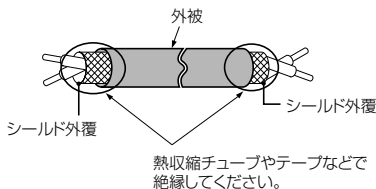

図 7 シールド線の末端処理
6. 図 7 のとおりに LONWORKS 専用ケーブルを末端処理し、図 8 のとおりにオプションカードにケーブルを接続します。端子台 CN1 を基板に接続するときは、端子台 CN1 が確実に固定されたことを確認してください。